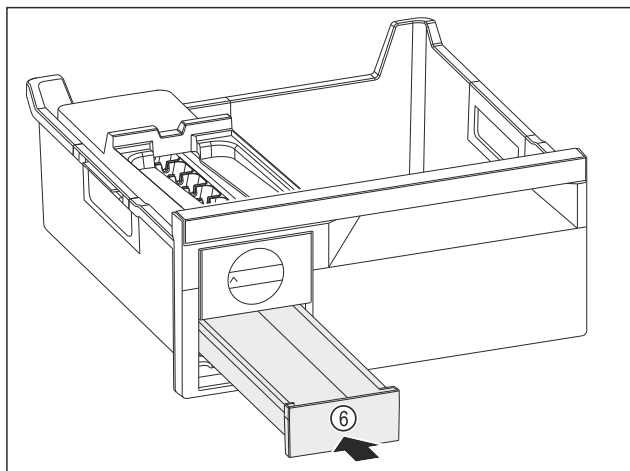

Fig. 146
- Inșerați sertarul pentru cuburi de gheață Fig. 146 (6).